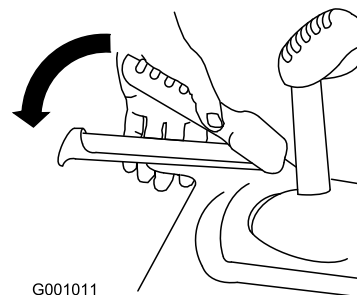

Figura 20
- Para engranar la transmisión de tracción, apriete la palanca izquierda (tracción) hasta la empuñadura (Figura 20).